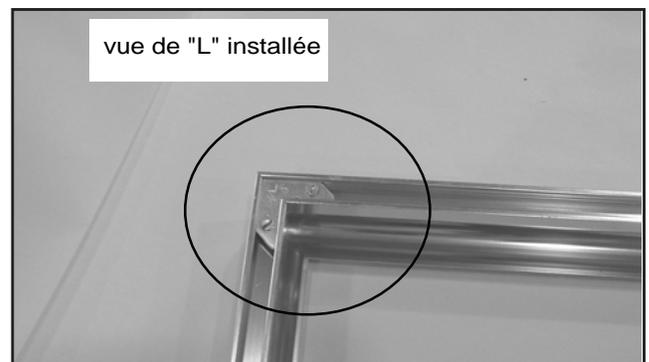

Figure 34.3
2. Assemblez la garniture avec les supports d'angle (2) fourni. Figure 34.3.